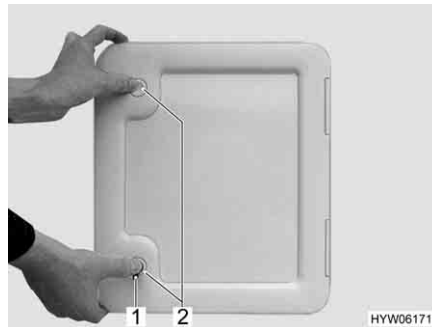

Fig. 29 Sportello per il serbatoio fecale
- Inserire la chiave nel cilindro della serratura a pressione (Fig. 29,1) e ruotare di un quarto di giro.
- Premere contemporaneamente con i pollici entrambe le serrature a pressione (Fig. 29,2) e aprire lo sportello del serbatoio fecale.
- Inserire la chiave nel cilindro della serratura (Fig. 29,1) e ruotare di un quarto di giro.